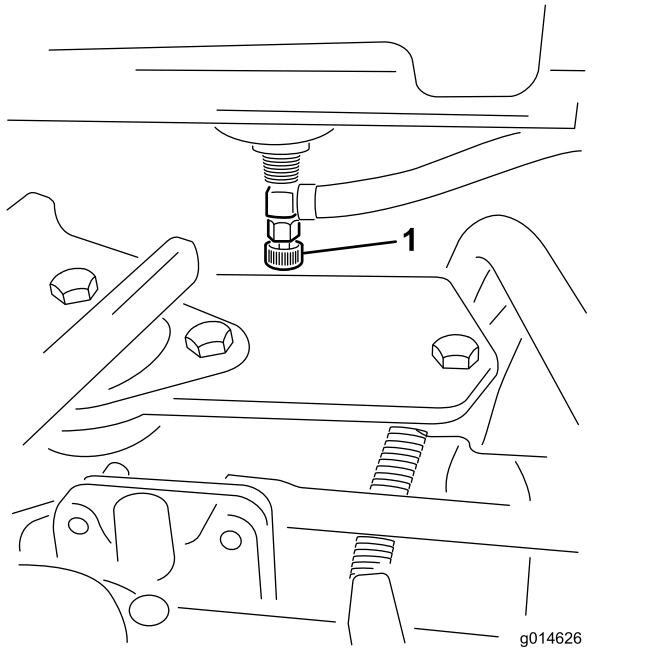

Figura 33
1. Chiudete la valvola di intercettazione del carburante (Figura 33) sotto il serbatoio del carburante.